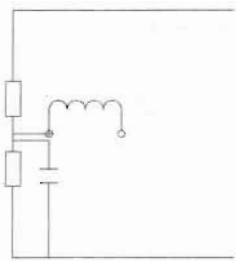

图 8-90
(1) 以偏移直线的右端点为起点绘制一条竖直线, 其长度为 8。
(2) 捕捉竖直线下端点作为插入位置插入电容, 并把电容旋转-90°, 效果如图 8-90 所示。